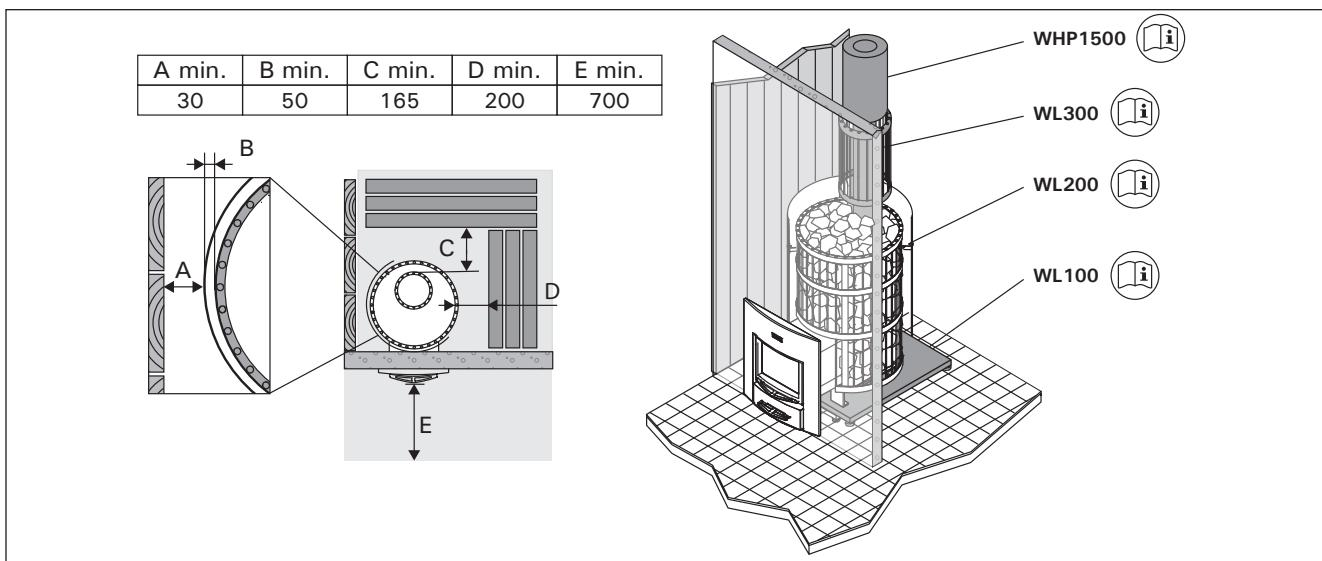

Рисунок 10. Элементы защиты Legend
- **Защитное ограждение для каменки WL200.** На каменке должно быть смонтировано защитное ограждение. Равноценно отдельной защитной крышке. Рис. 10.
- **Защитное ограждение дымовой трубы WL300.** для Legend. Устанавливается вокруг дымовой трубы и заполняется камнями. Подходит как к прямой там и для наклонной дымовой трубы. Рис. 10.